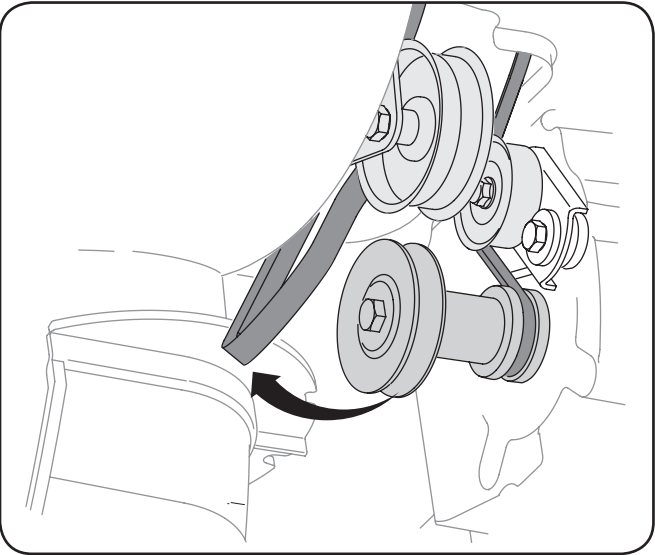

Fig. 7-3
- 4. Dégagez la courroie de la tarière de la poulie motrice. Voir la Fig. 7-3.